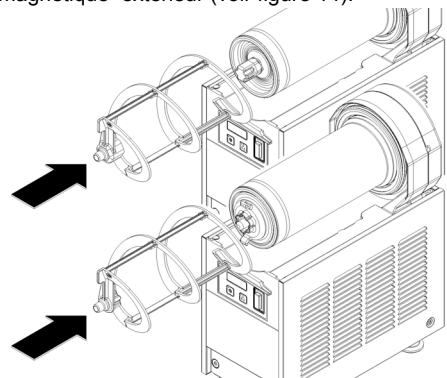

figure 14
**6** Enfiler la spirale extérieure sur l'évaporateur en accouplant son extrémité hexagonale à l'extrémité hexagonale de l'arbre du rotor magnétique extérieur (voir figure 14).